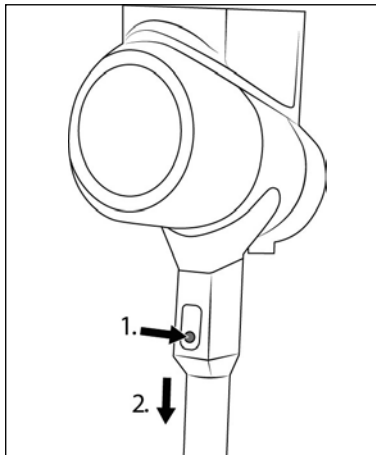

Abb. 10
- ◆ Um das Saugrohr 23 vom Gerät zu entfernen, halten Sie die Saugrohr-Entriegelungstaste 24 gedrückt und ziehen Sie das Saugrohr 23 von der Saugöffnung des Gerätes ab (siehe Abb. 10).